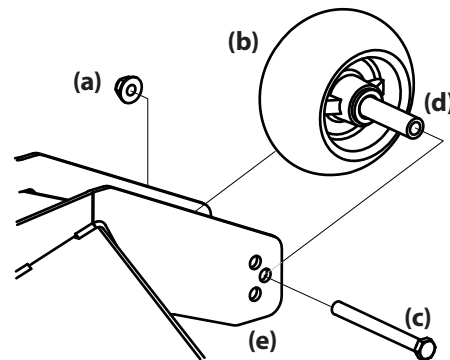

Figure 4-8
2. Retirez l'écrou autobloquant (a) qui sert à retenir un des boulons à épaulement (c) de la roue de jauge avant (b) au plateau de coupe. Enlevez la roue de jauge avant (b), le boulon (c) et l'entretoise (d). Voir Figure 4-8.